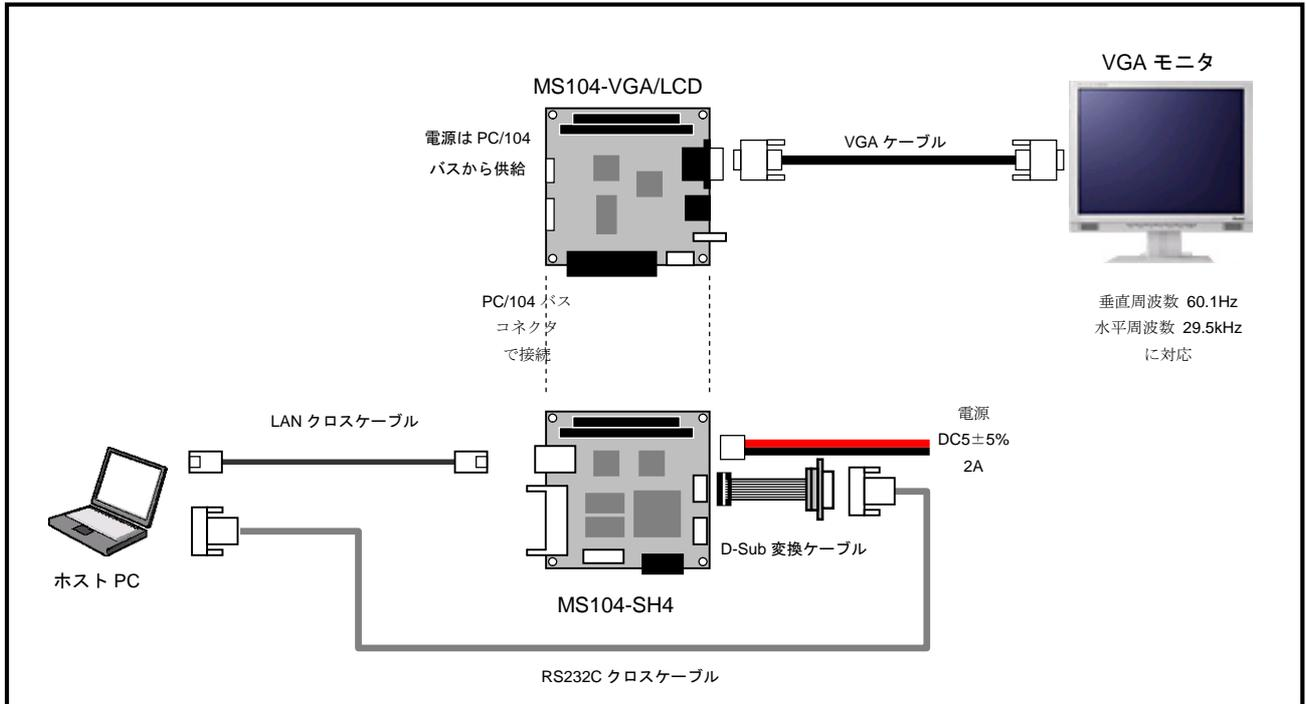

Fig1.4-1 PC との接続
- ③ MS104-VGA/LCD と MS104-SH4 を「**Fig 1.4-1 PC との接続**」を参考に接続します。